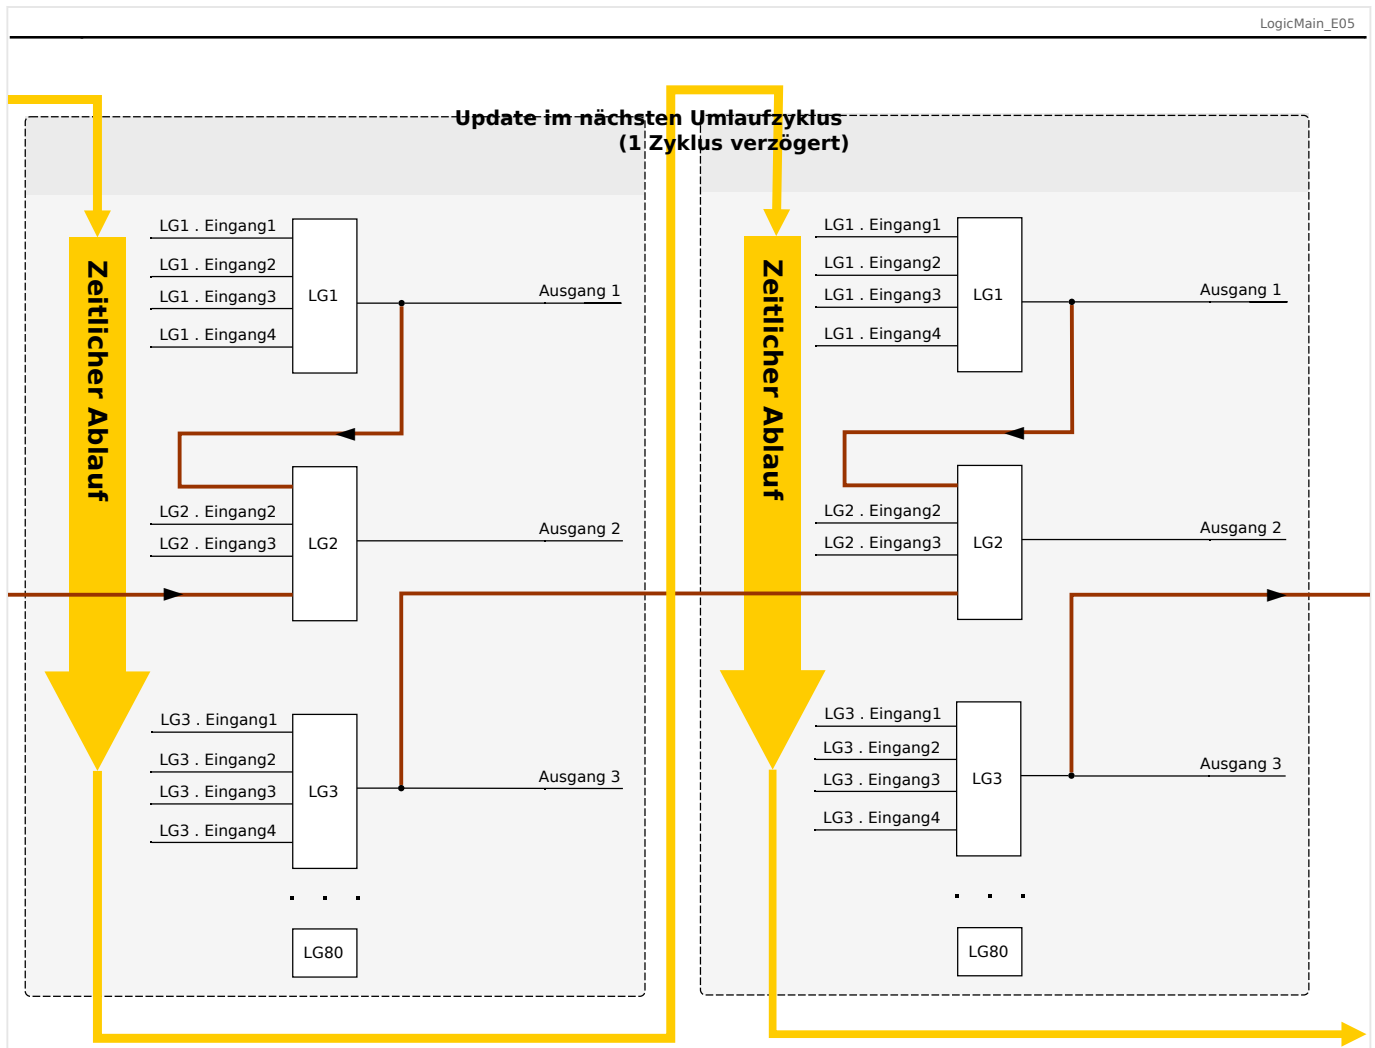

Abb. 140: Kaskadierung in absteigender Reihenfolge.
- Kaskadierung in **absteigender** Reihenfolge bedeutet, dass der Ausgang einer Logikgleichung auf den Eingang einer Logikgleichung mit **niedrigerer** Nummer rangiert wird. Das Diagramm →Abb. 140 zeigt ein Beispiel, bei dem der Ausgang von LG3 auf einen Eingang von LG2 rangiert wird.
Bei der Konfiguration des Schutzgerätes bestehen keinerlei Einschränkungen oder Unterschiede zwischen aufsteigender und absteigender Reihenfolge. Da allerdings während der Laufzeit des MRMV4 die Logikgleichungen in aufsteigender Reihenfolge ausgewertet werden, haben die resultierenden Ausgangswerte, die am Eingang der Logikgleichung anstehen, ein unterschiedliches „Alter“, wie in →Abb. 139 und →Abb. 140 veranschaulicht wird.
Das in Abb. 140 gezeigte Beispiel zeigt eine Konfiguration von „Logikgleichung 2“, die den Ausgang von zwei weiteren Logikgleichungen, „Logikgleichung 1“ und „Logikgleichung 3“, als Eingangszustände verwendet. Hierbei ist der Ausgang von „Logikgleichung 1“ in aufsteigender Reihenfolge verwendet, sodass der Wert in jeweils demselben Prozesszyklus ermittelt wird. Der Ausgang von „Logikgleichung 3“ wird in absteigender Reihenfolge verwendet, sodass der Wert in dem jeweils vorherigen Prozesszyklus ermittelt wurde.